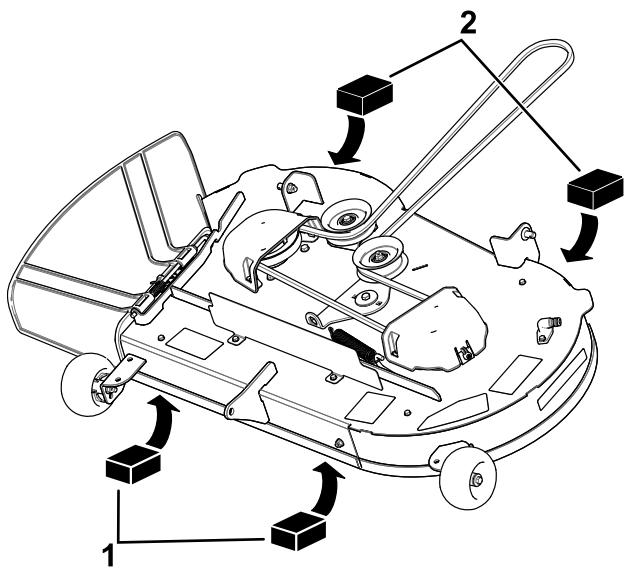
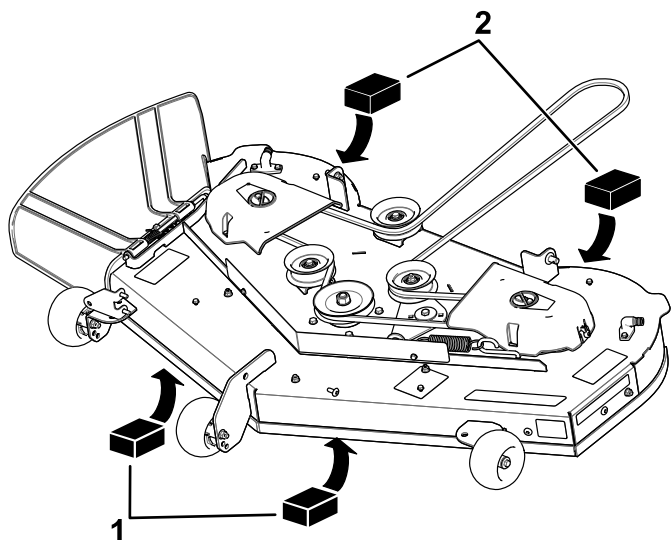

Figure 67
Figure 68
4. Placez 2 cales de 6,6 cm d'épaisseur chacune sous chaque côté du bord avant du plateau de coupe, mais pas sous les supports des galets anti-scalp (Figure 67 ou Figure 68).
5. Placez 2 cales de 7,3 cm d'épaisseur chacune sous le bord arrière de la jupe du plateau de coupe, une de chaque côté (Figure 67 ou Figure 68).